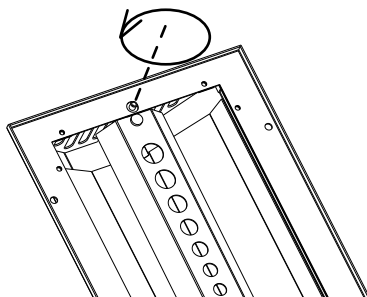

Abb. 8 Schrauben des Konterreflektors entfernen (2 x)
2. Entfernen Sie die beiden Schrauben (M4 x 55 mm) des Reflektors mit einem Kreuzschlitzschraubendreher. Siehe Abbildung 8.